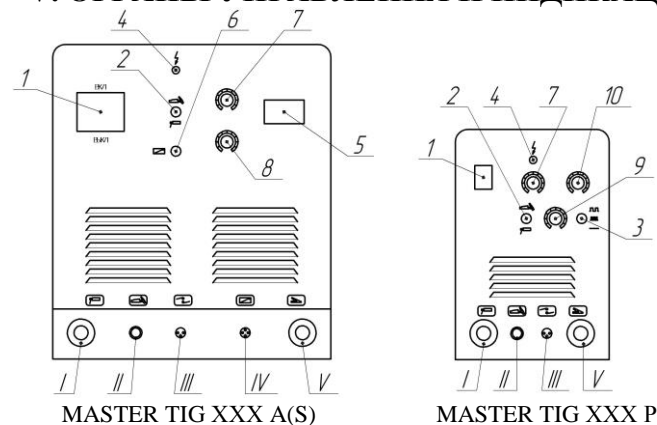

Рис.1. Органы управления и индикации аппаратов.
- Подключить силовой разъем держателя электродов к разъему I сварочного аппарата (Рис. 1).
- Подключить разъем горелки к разъему II (Рис. 1) сварочного аппарата.